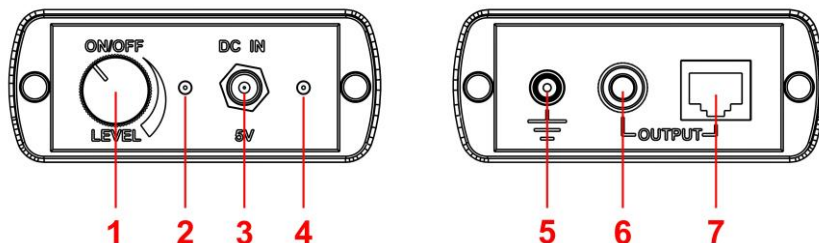

Рис.3
Генератор представляет собой функционально законченное устройство с автономным питанием (аккумулятор). Внешний вид генератора представлен на рис.3. Генератор используется при трассировке кабелей (режим «ТРАССОИСКАТЕЛЬ») и предназначен для подачи в проверяемую проводную линию тестового сигнала.
Цифрами на рис.3 обозначены:
Контроль электропитания генератора осуществляется с помощью двух светодиодов (рис.3, п.2 и п.4). При включении генератора загорается красный светодиод (рис.3, п.2). При разряде аккумулятора он начинает мигать. Зарядка аккумулятора осуществляется в выключенном состоянии с помощью зарядного устройства (рис.1, п.4). При этом светится зеленый светодиод (рис.3, п.4), который по окончании зарядки гаснет.
Генератор оборудован двумя выходными разъемами. Если линия оборудована вилками или розетками стандарта RJ, используется гнездо RJ45 (рис.3, п.7). Тестовый сигнал подается на контакт №4 этого гнезда.
Если проверяемый кабель, не оборудован разъемами, используется гнездо (рис. 3, п.6) и щуп с зажимом типа «крокодил». Для корректной работы генератор должен быть подключен к линии заземления (или к протяженной металлической конструкции в помещении) с помощью кабеля (рис. 1, п.8).
2. Включить генератор, повернув ручку (рис.3, п.1) и установить ее в среднее положение.
8. По мере удаления от места подключения генератора уровень тестового сигнала может снижаться вследствие затухания. В этом случае, следует увеличить уровень сигнала генератора (рис.3, п.1) или снизить порог дискриминации (рис.2, п.1).